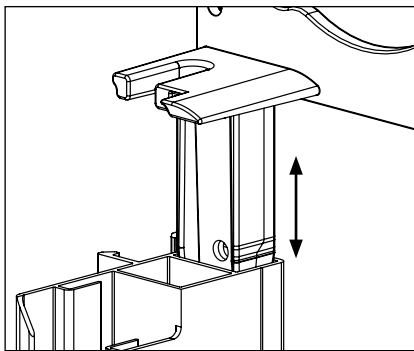

Fig. 17: Pinmontage
- Aan de bovenzijde van de geleiders schuiven de pinnen van de consoles in (zie fig. 17).